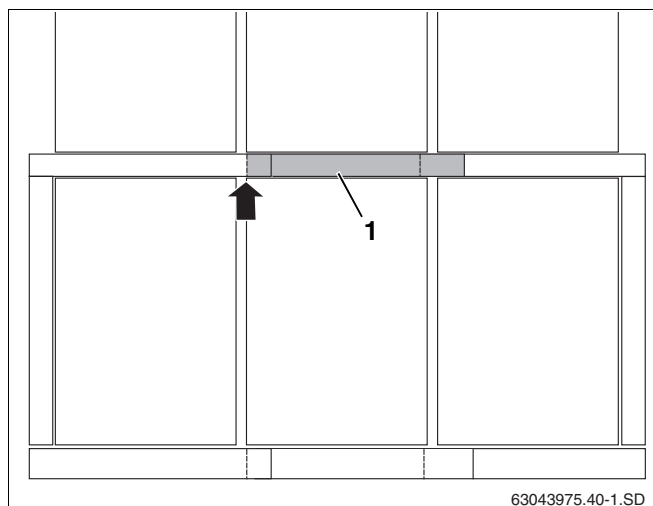

Fig. 53 Positionnement des tôles de recouvrement centrales
Avec plus de deux capteurs, des tôles de recouvrement centrales sont nécessaires (fig. 53, **pos. 1**) entre les rangées de capteurs. Celles-ci doivent être alignées à gauche avec le capteur (flèche).